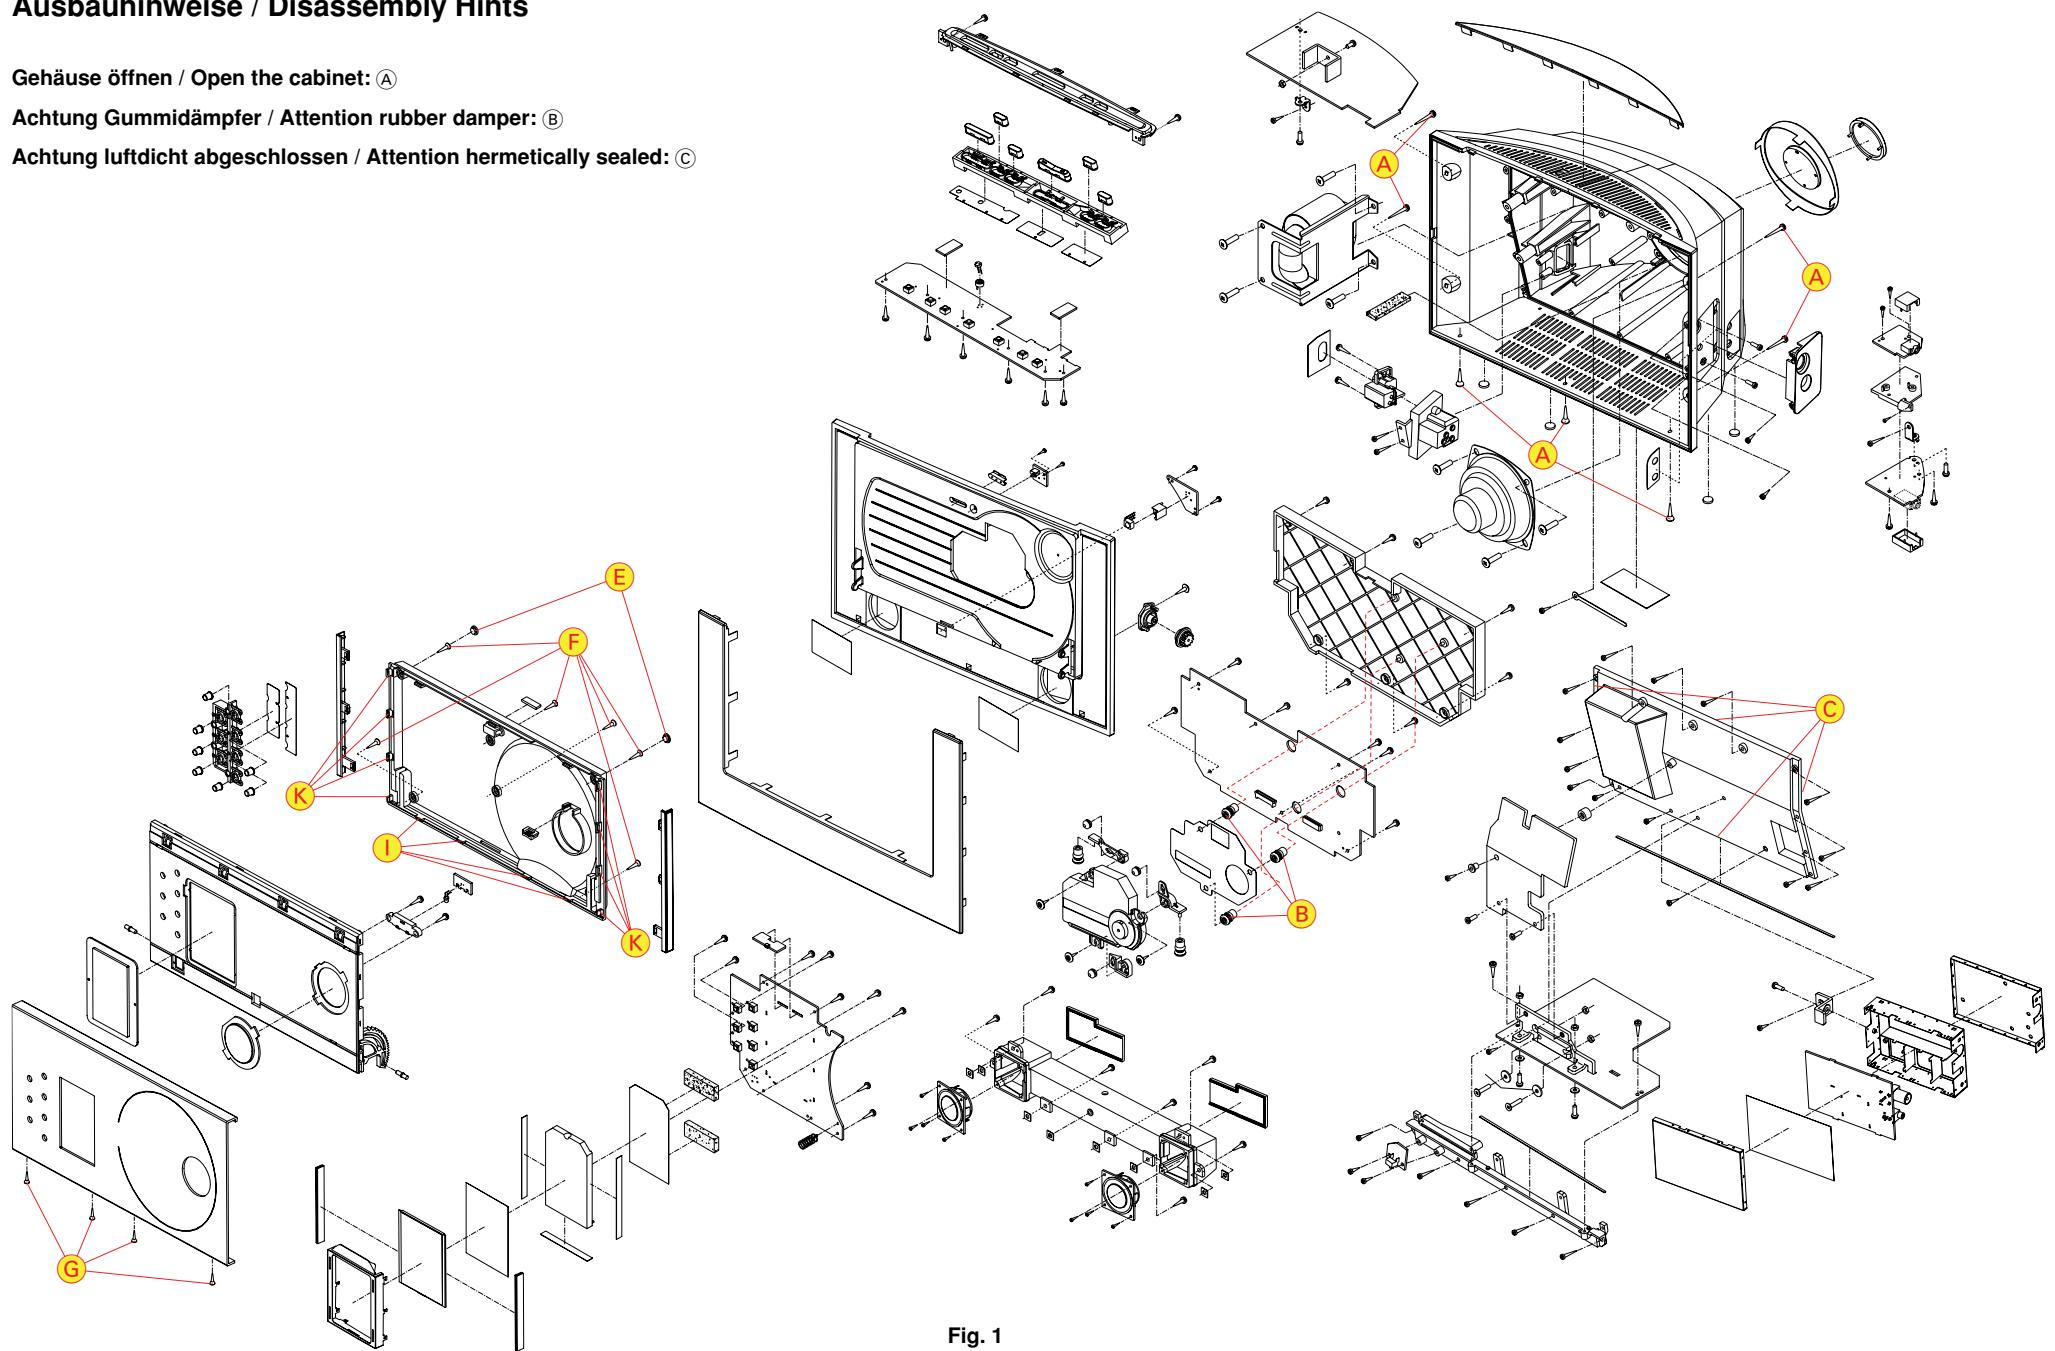

Fig. 1
- 4 Schrauben (G) (Fig. 1) herausdrehen.
- Undo 4 screws (G) (Fig. 1).